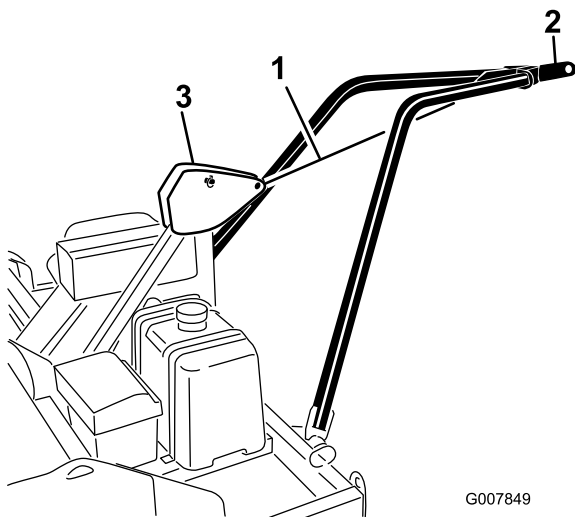

Figura 12
- 2. Utilizando um reboque ou corda, prenda a placa de engate do braço de reboque à estrutura articulada do engate elevando o braço de reboque para instalar (Figura 12).